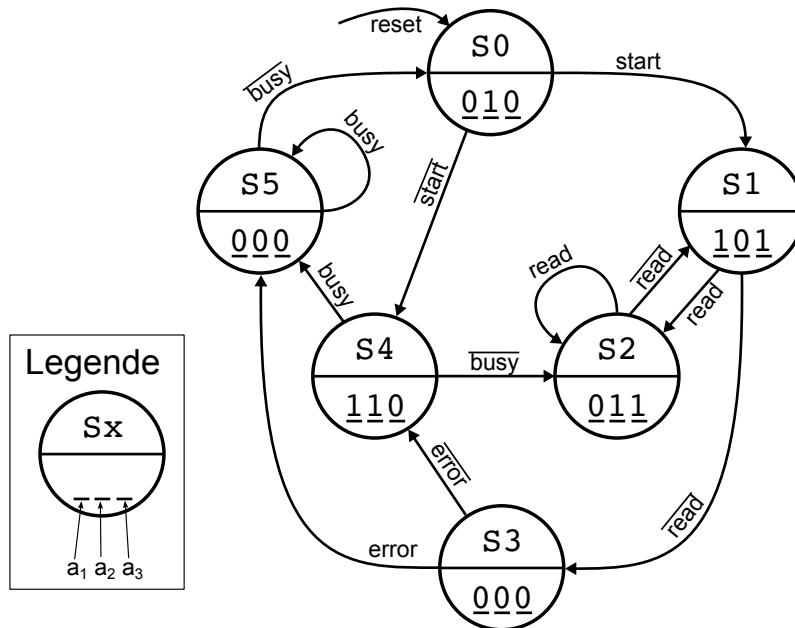

Abbildung 14: Automat
- d) Realisieren Sie den Automat in Abbildung 14 als Mikroprogramm. Füllen Sie dazu das Schema in Abbildung 15 aus ohne die Signale am Multiplexereingang zu verändern.